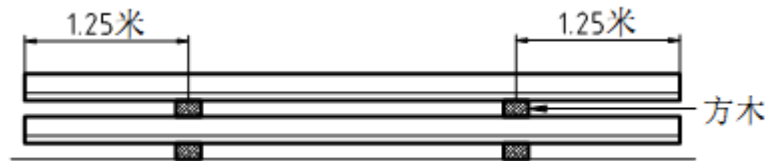

图 2-2 导轨堆放示意图
2.4.3 导轨卸车和搬运时，注意不要损伤工作面 and 头部，并按图 2-2 示意堆放，以免产生变形。